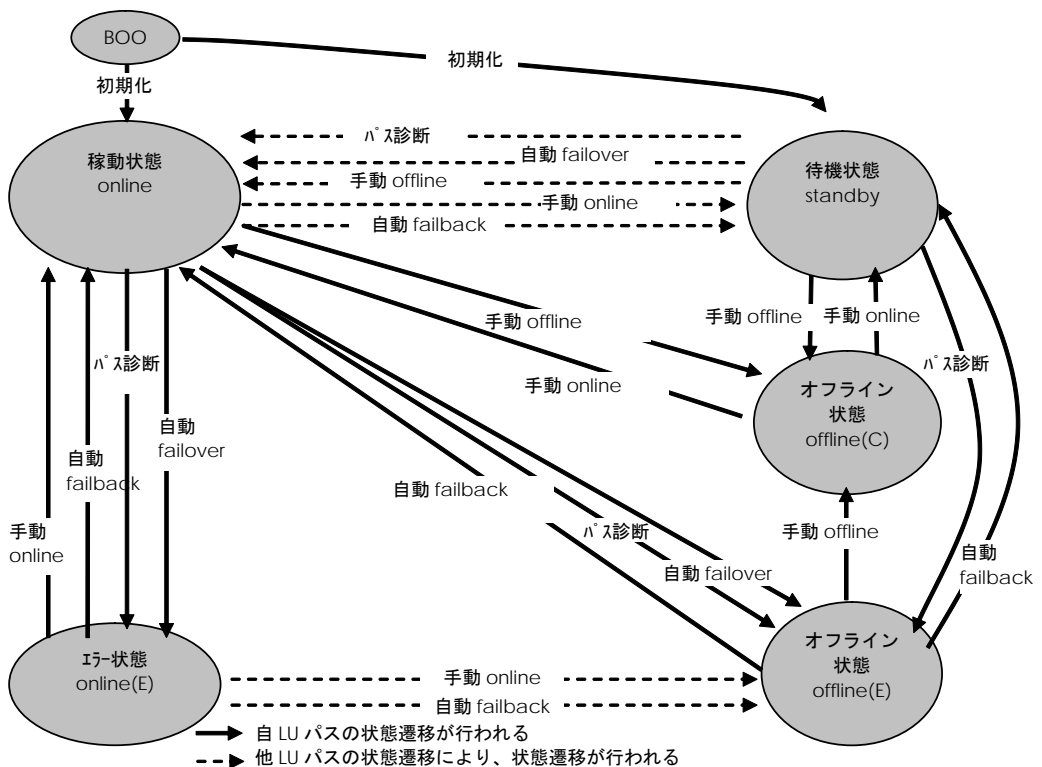

図 2-3 LU パスの状態遷移
LU パスの状態には、online、online(E)、standby、offline(C)、offline(E)の5つの状態があります。表に各状態の説明を、図 2-3 に状態遷移図を示します。
ユーティリティソフトから変更できるパスの状態の詳細は、「LU パスの状態」図 2-3 LU パスの状態遷移を参照してください。
- (1) HFC-PCM が認識する LU パスのうち、online 状態又は standby 状態の LU パスが診断対象となります。自動 Failback が有効な場合は、online(E) 状態 及び offline(E) 状態の LU パスも診断対象となります。
- (2) 診断する LU パスは自動的に選択されます。手動で選択することはできません。
- (3) パス診断の実行の有無、診断間隔は、ユーティリティソフトにより変更することができます。
- (4) パス診断中に障害を検出した場合は、パスの状態が offline(E)または online(E) に変更されます。
- (5) パス診断によるパス状態の遷移については、「LU パスの状態」図 2-3 LU パスの状態遷移 を参照してください。
- (6) ディスク以外のデバイス(Tape 等)は HFC-PCM の管理対象外です。パス診断は実行されません。
- (7) 表 2-7 パス診断機能と同等処理を行なうオペレーション に示すオペレーションを契機に、パス診断機能と同等の処理を実行します。